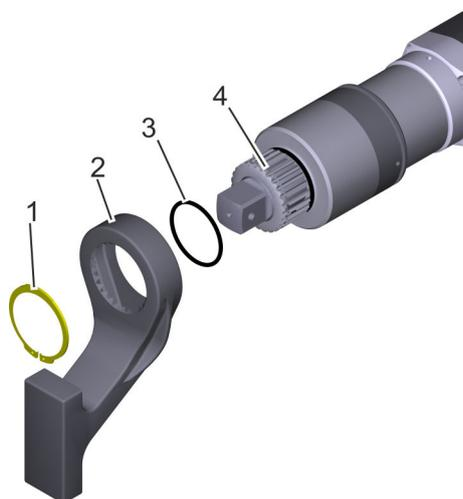

Fig. 8 : sécurisation du bras de réaction
Enfiler délicatement le joint torique (Fig. 8 /3) sur la denture (Fig. 8 /4) de la visseuse.
3. → Emboîter le bras de réaction (Fig. 8 /2) sur la denture.
- 4.** ➤ Mettre en place le circlip (Fig. 8 /1) à l'aide de la pince à circlips (Fig. 9) et serrer.